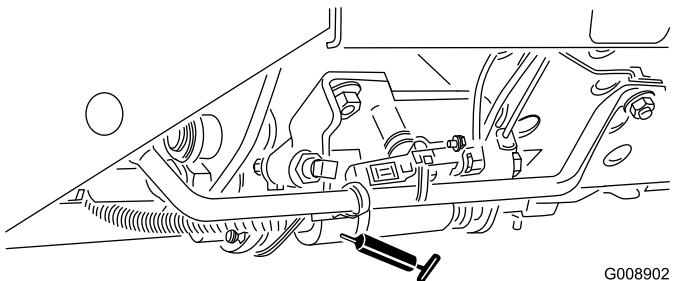

**Figura 38**
- 2 articulações do braço de elevação traseiro e cilindro de elevação (Figura 38)